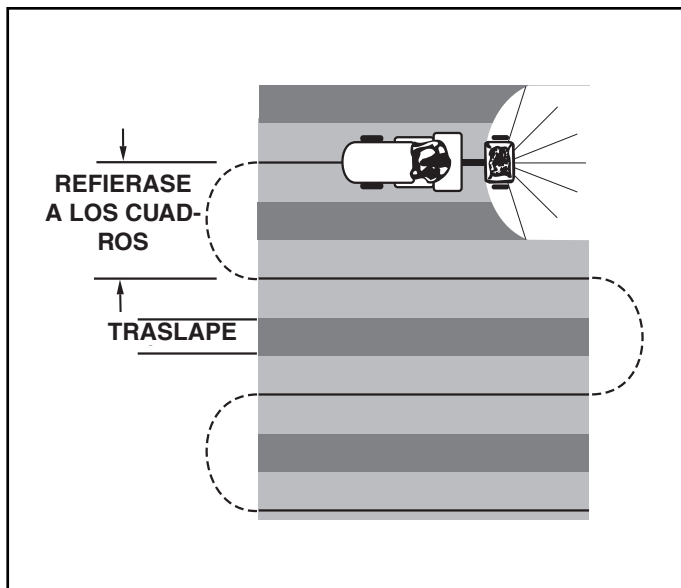

FIGURA 13
9. Para garantizar un cubrimiento uniforme, realice cada pasada superponiendo ligeramente el patrón de lanzamiento de la pasada anterior, según se muestra en la figura 13. Los anchos aproximados de lanzamiento para los diferentes materiales, se muestran en el cuadro de aplicación en esta página.